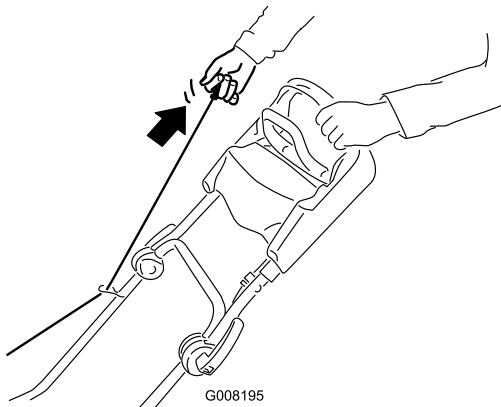
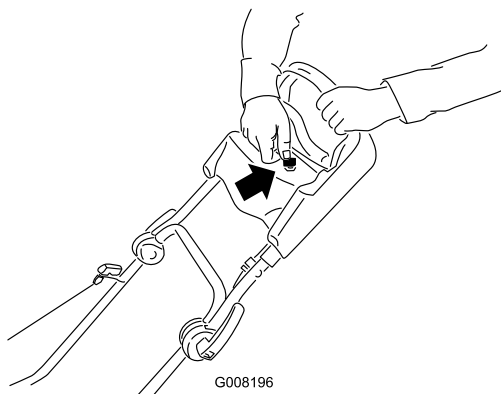

Figura 13
Figura 14
2. Tire del arrancador de retroceso (Figura 13) o gire la llave de contacto según se muestra en (Figura 14) (modelo 21027 solamente).